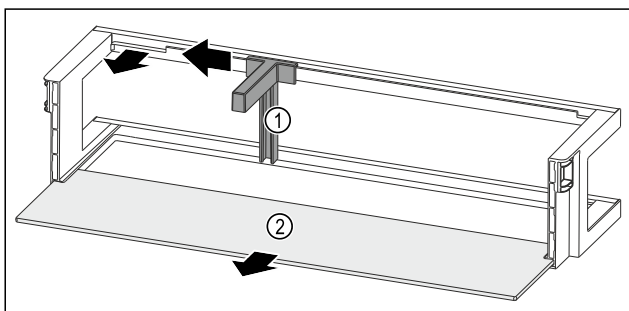

Fig. 164 Polica u vratima s držačem boca i policom za odlaganje
- ▶ Držač za boce Fig. 164 (1) pogurnite do otvora na stranu.
- ▶ Izvadite držač za boce Fig. 164 (1).
- ▶ Izvadite policu Fig. 164 (2).